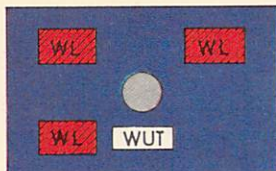

Bild 60
- (2) a) Blinkt beim Umstellen einer Weiche der Stellungsmelder länger als ca. 6 Sekunden und sind die Weichenlaufmelder dunkel, hat die Weiche die Endstellung nicht erreicht. Der Stellstrom ist abgeschaltet; der Wecker ertönt und der Weichenstörmelder blinkt rot. **Stellstromabschaltung**
- b) Erlöschen die Weichenlaufmelder nicht nach ca. 6 Sekunden, ist der Stellstrom noch nicht abgeschaltet. Nach 2,5 Minuten ertönt der Wecker erneut und die Weichenlaufmelder blinken rot (vgl. Bild 60); der Stellstrom wird abgeschaltet. Solange die Weichenlaufmelder rot blinken, sind die Weichen nur einzeln stellbar.